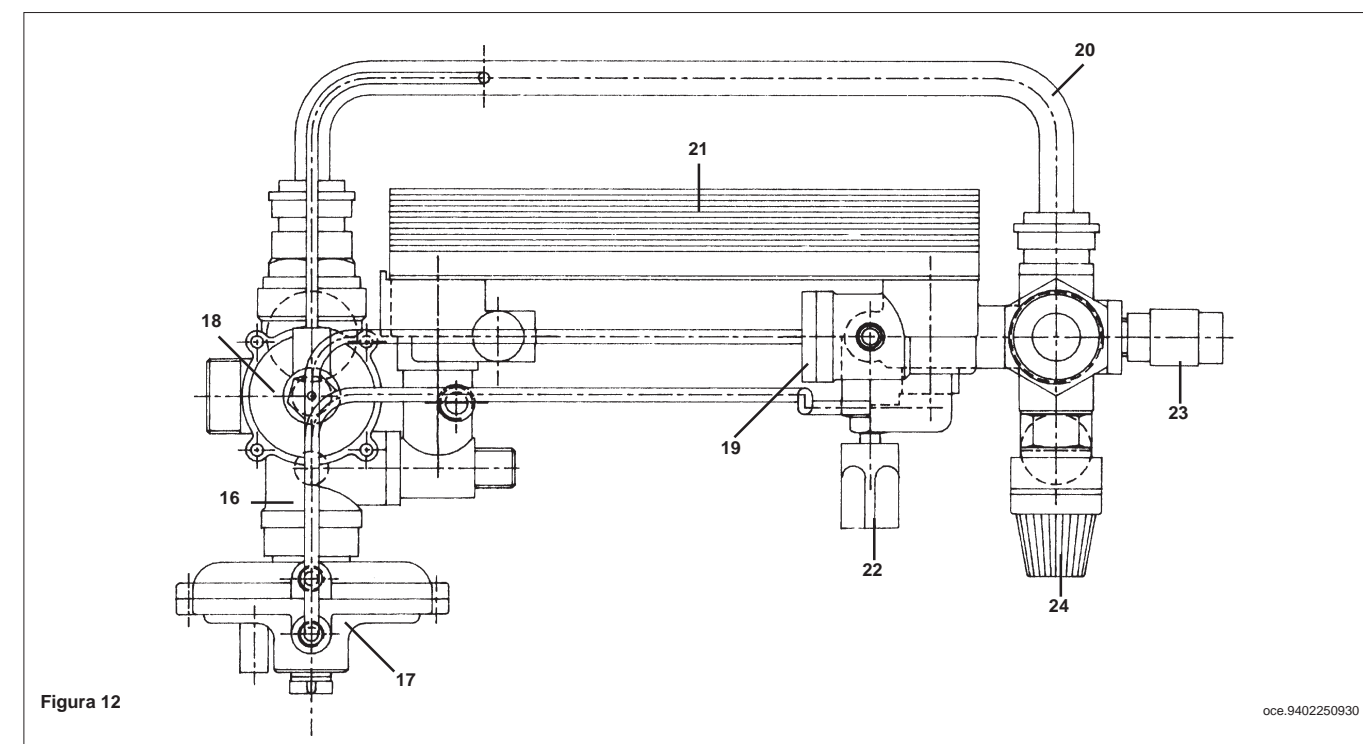

Figura 12
- **vaciar la instalación, posiblemente sólo la caldera, por medio del especial grifo de desagüe** (23 figura 12 en página 27);
- togliere i due tubetti di collegamento (figura 12 a pagina 27) tra il gruppo precedenza sanitario (17) ed il sensore di flusso (19);
- **remover los dos tubitos de conexión** (figura 12 en página 27) **entre el grupo de precedenza sanitario (17) y el sensor de flujo (19);**